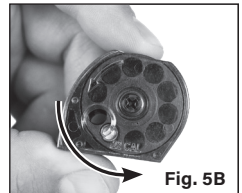

Fig. 5B
- Rode o cilindro no sentido anti-horário para abrir o espaço seguinte (Fig. 5B).